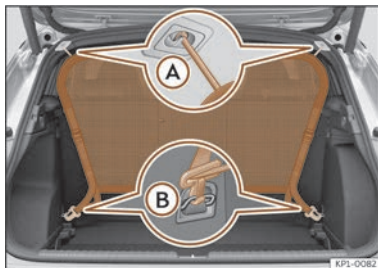

Fig. 188 Plasa de separare montată.
- Agățați plasa de separare la carcasa din stânga a plafonului >>> **fig. 188 A**. Asigurați-vă că trageți în jos tija rabatabilă peste poziția superioară.
• Fixați peretele despărțitor de plasă pe carcasa din dreapta spate a plafonului, apăsând pe tija >>> **fig. 188 A**.
• Fixați două cârlige ale plasei ale peretelui despărțitor de plasă pe inelele de ancorare din portbagaj >>> **fig. 188 B** și strângeți bine chingile.